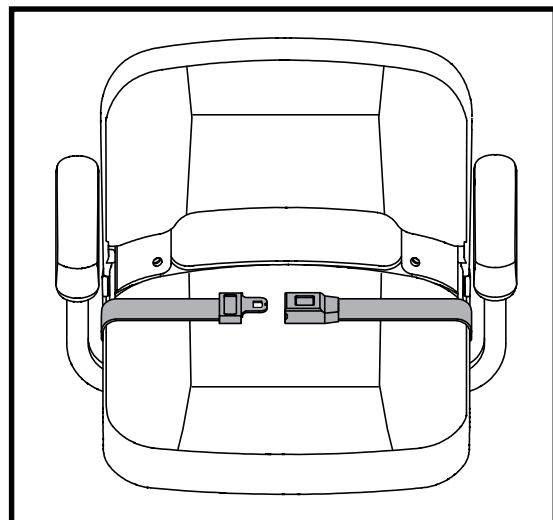

Figura 15 Cintura di sicurezza
1. Inserire il gancio metallico del lato destro della cintura nella chiusura di plastica al lato opposto spingendo fino a sentire un "click". **Vedere figura 15.**